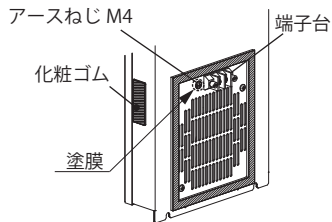

図7 電源端子台の位置変更②
4. 端子台、アースねじをボデー裏面に、化粧ゴムをボデー側面に取付けてください。(P.6 図7)